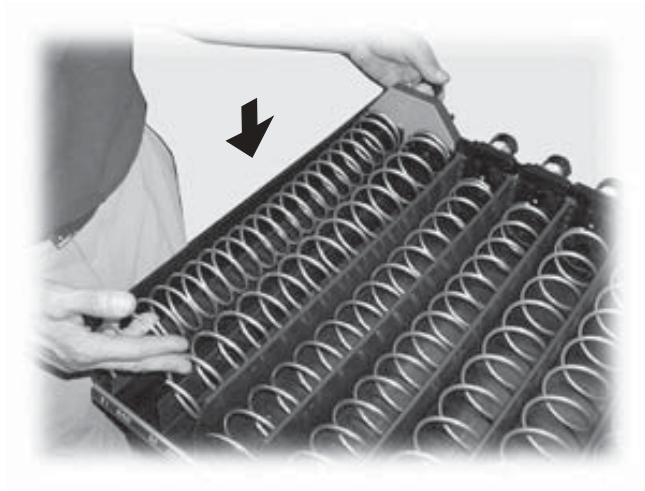

Fig. 55
- colocar la espiral doble en el canal de destinación (Fig. 55);